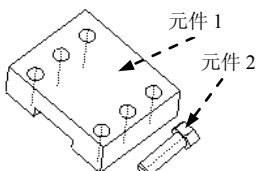
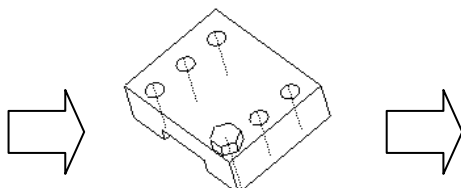
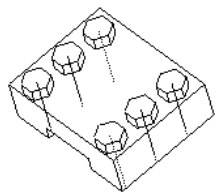

图 7.5.1 装配前
图 7.5.2 装配后
图 7.5.3 元件阵列
如图 7.5.1、图 7.5.2、图 7.5.3 所示，元件“参照阵列”是以装配体中某一零件中的特征阵列为参照，来进行元件的阵列。图 7.5.3 中的六个阵列螺钉，是参照装配体中元件 1 上的六个阵列孔进行创建的，所以在创建“参照阵列”之前，应提前在装配体的某一零件中创建参照特征的阵列。
例如: 在图 7.5.3 所示的例子中, 如果已使用“参照阵列”选项创建了六个螺钉阵列,
Step3. 在阵列操控板(图 7.5.6)的阵列类型框中选取 **参照**, 单击“完成”按钮 。此时, 系统便自动参照元件 1 中的孔的阵列, 创建图 7.5.3 所示的元件阵列。如果修改阵列中的某一个元件, 则系统就会像在特征阵列中一样修改每一个元件。